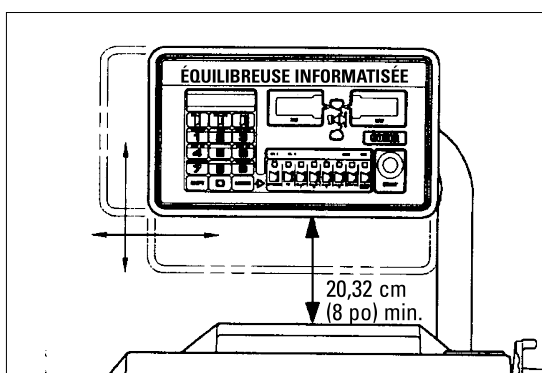

Figure 7 – Hauteur du boîtier de commande
20. Desserrez les écrous sur les bagues de retenue du bras. Levez ou abaissez le boîtier de commande jusqu'à ce qu'il se trouve dans la position souhaitée, puis resserrez bien les écrous. Le bord inférieur du boîtier doit se situer à au moins 20,32 cm (8 po) au-dessus du haut de l'équilibreuse (Figure 7).